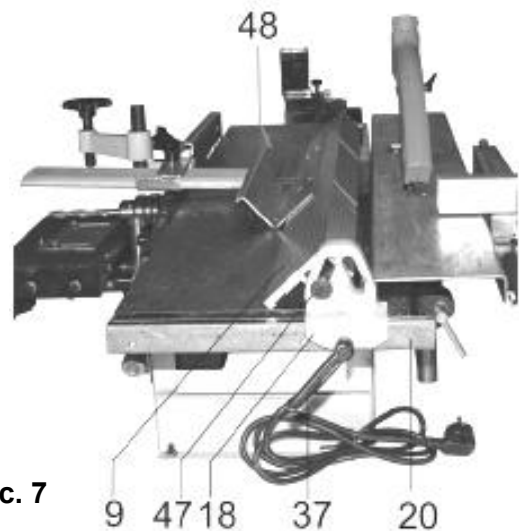

Рис. 7
Установка направляющей планки для строгания (Рис. 7)
- Угол наклона и установка направляющей планки 9 (Рис. 7), в зависимости от выполняемых работ, фиксируется через специальные прорези в ползуне 18 (Рис. 7) болтом крепления 47 (Рис. 7);
- Направляющая планка 9 (Рис. 7) имеет место крепления к ползуну 18 (Рис. 7) с обоих торцов;
- Для выполнения пильных и строгальных работ плоскости или кромки заготовки, демонтируйте направляющую для строгания фасок 48 (Рис. 7).